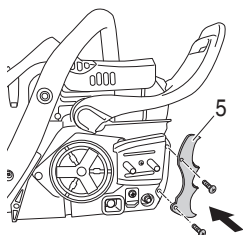

Fig. 4
* Si vous devez monter la griffe (5), montez la griffe (5) (le cas échéant) sur l'appareil à l'aide des deux vis. (Fig. 4)